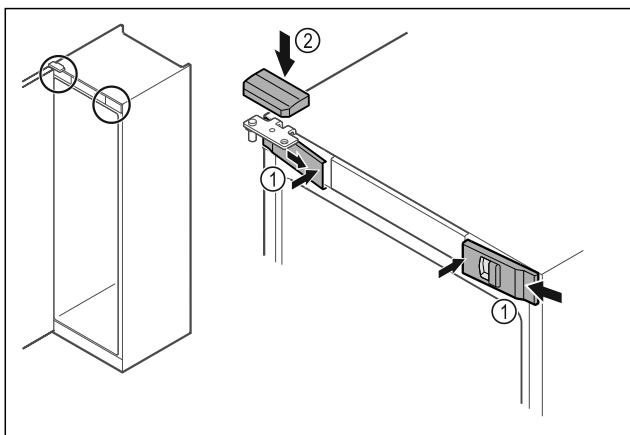

Fig. 52
- Haakige eesmised katted Fig. 52 (1) küljel külge ja fikseerige seest.
- Haakige ülemine kate Fig. 52 (2) ülalt lahti.